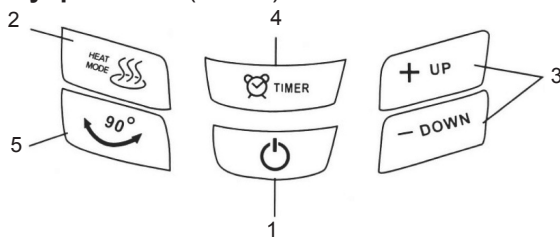

Рис. 2
4.2. Панель управління (Рис. 2)
5.4.1. Натисніть кнопку 1 **“Вкл./Викл.”**  (Рис. 2). Прибор почне працювати в режимі **ХОЛОДНЕ ПОВІТРЯ**.